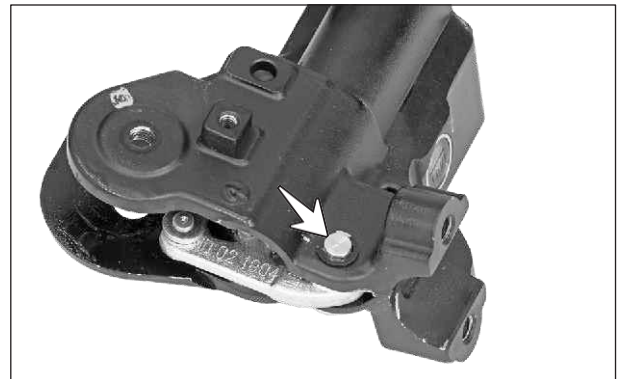

Fig. 6.44
- Retire el pin de la parte inferior del cilindro maestro con una herramienta desafilada (Si aplica, sistema SBT). (Fig. 6.44)